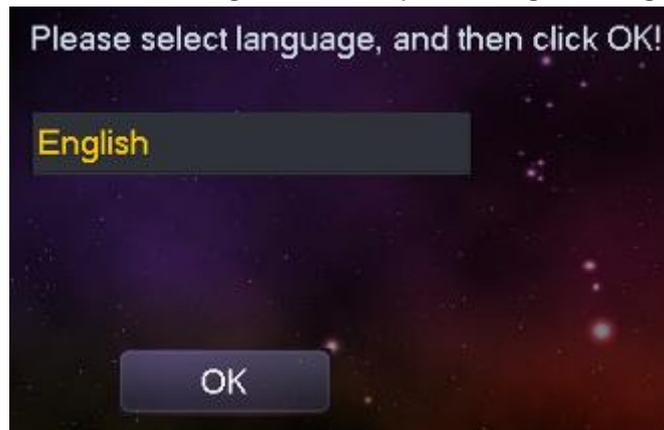

Figure 2-10
- a) Lorsque l'appareil démarre, vous pouvez définir la langue de l'appareil. Le système prend en charge par défaut l'anglais, le russe, l'italien, le français, l'allemand, le néerlandais, l'espagnol et le portugais. Voir Figure 2-10. Après le démarrage de l'appareil, vous pouvez naviguer jusqu'à Paramètres->Langue->002236 pour changer la langue à nouveau.